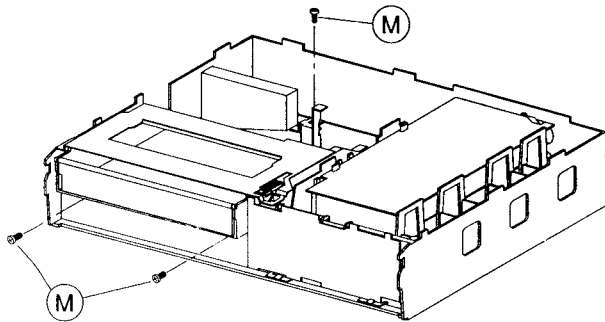

Fig. 9
- Schrauben (M) entfernen (Fig. 9) und gegebenenfalls Steckverbindungen zur Elektronik lösen (Kapitel 7).
- Remove the screws (M) (Fig. 9) and the plug connectors to the electronics if necessary (Par. 7).